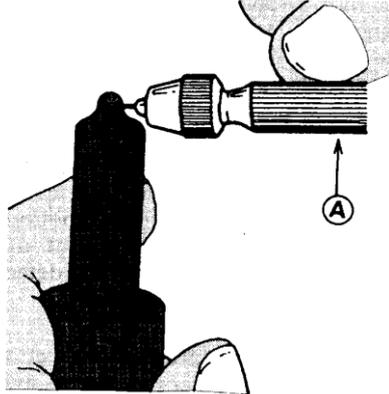

Fig.10
Nettoyer les trous d'injection à l'aide d'une aiguille de nettoyage (A) (fig.10).